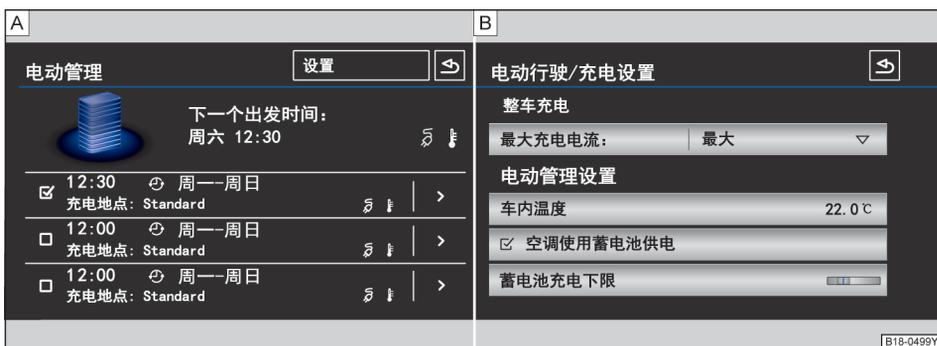

图 115 信息娱乐系统屏幕：充电设置
– 通过信息娱乐系统  - 电动管理，进行延迟充电的相关设置⇒图 115 A⇒第 31 页。